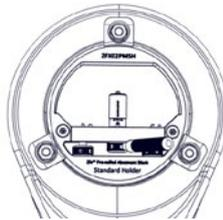

Abbildung 5.
- × Ziehen Sie die Pre-Abutment Blanks mit dem Sicherheits-Schraubenschlüssel auf den blauen Schrauben fest, bis die Rohlinge vollständig eingesetzt sind. (Abbildung 5).